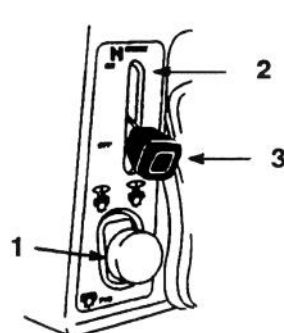

Figure 3
4. Pousser la PTO (prise de force) sur "OFF" (ARRET) (Fig. 3)
5. Placer la manette de starter sur "ON" (MARCHÉ) (Fig. 3).
6. Placer la commande de starter sur "ON" (MARCHÉ) (Fig. 3)